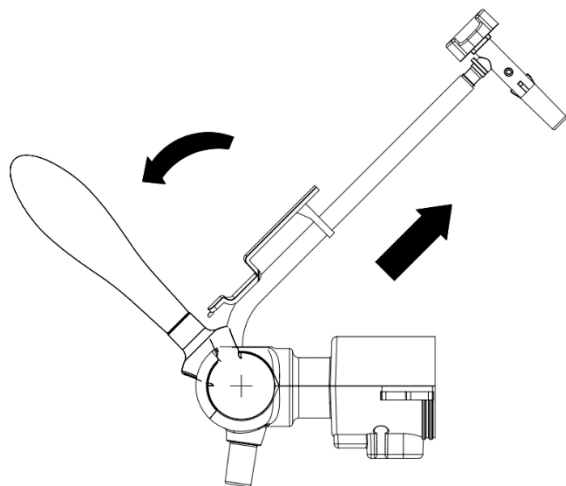

Figure 18
2. Tirez la poignée vers l'avant de 45 degrés pour ouvrir le robinet et retirez le tuyau de bière (comme illustré sur la figure 18). L'ensemble du tuyau de bière peut être installé dans l'ordre inverse.